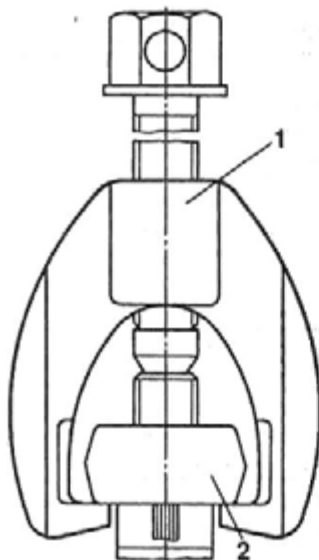

Рис. 159. Снятие съемником рулевой сошки:
- снять съемником рулевую сошку (рис. 159).